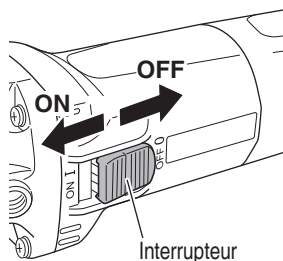

Fig. 3
2. Mettre la meuleuse à disque sous tension. (Fig. 3) Tout en maintenant la meuleuse à disque fermement, utiliser un doigt pour faire glisser l'interrupteur sur la position "ON".